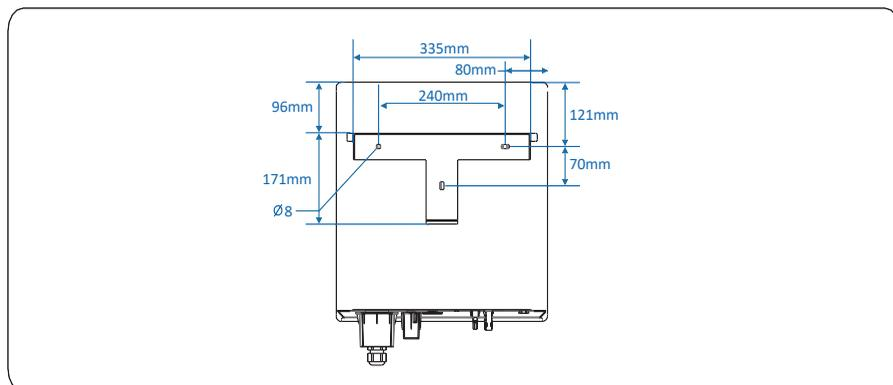

Figura 4.10 Determine as posições para furos (unidade: mm)
Passo 2 Determine as posições para fazer os furos (como mostrado na Figura 4.10) usando o painel traseiro.